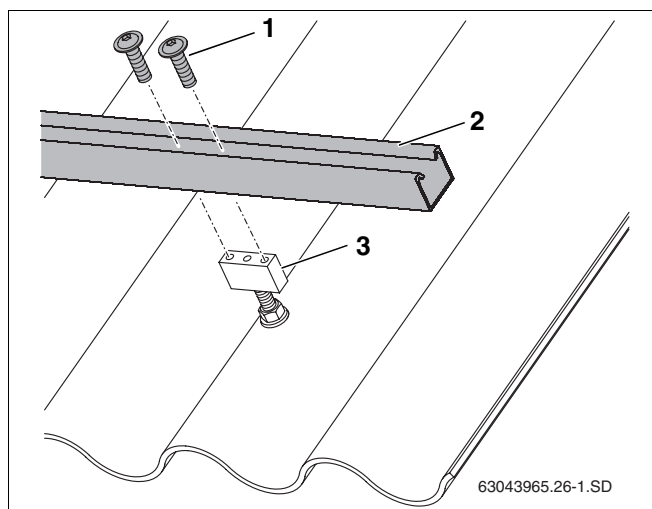

Рис. 25 Крепление профильной рейки к бобышке
- Закрепить профильные рейки (рис. 25, **поз. 2**) двумя винтами (рис. 25, **поз. 1**).